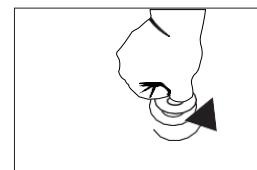

Figura 3
- 6.** Coloque un recipiente justo debajo del tapón de drenaje y vacíelo cada vez que se llene. (Figura 3)
- 9.** Conecte el aparato en el enchufe y déjelo funcionar vacío durante un mínimo de tres (3) horas en la posición "Super cooling".